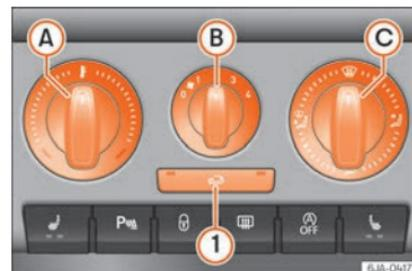

Abb. 168 Heizung: Bedienelemente
Die Einstellung des Luftaustritts aus den Düsen erfolgt über den Regler © »» Abb. 168. Die Luftaustrittsdüsen 3 »» Abb. 167 und 4 können Sie einzeln schließen und öffnen.
- Drehen Sie den Drehregler **(A)** »» **Abb. 168** nach rechts, um die Temperatur zu erhöhen.
- Drehen Sie den Gebläseschalter **(B)** »» **Abb. 168** in eine der Positionen 1 bis 4, um das Gebläse einzuschalten.
- Mit dem Luftverteilungsregler **(C)** »» **Abb. 168** regeln Sie die Richtung des Luftaustritts »» **Seite 158, Luftaustrittsdüsen.**
Sie können alle Bedienelemente mit Ausnahme des Gebläseschalters **(B)** »» **Abb. 168** auf jede beliebige Zwischenstellung einstellen.
Wenn der Drehknopf **(C)** »» **Abb. 168** auf der Defrosterstellung steht, die Umluftklappe ist immer offen (Lichtanzeige aus).
- Drücken Sie die Taste **(1)** »» **Abb. 168**, die Kontrollleuchte in der Taste leuchtet auf und zeigt an, dass der Umluftbetrieb im Fahrzeuginnenraum aktiviert wurde.